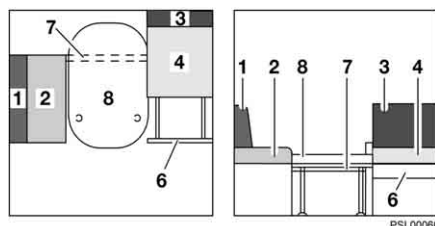
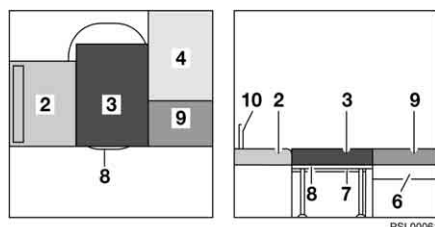

Fig. 47 Durante la trasformazione
Fig. 48 Dopo la trasformazione
- Estrarre la prolunga dei sedili (Fig. 47,6).
- Agganciare la stanga del letto (Fig. 47,7) e spingerla per quanto possibile all'indietro.
- Inserire il piano del tavolo (Fig. 47,8) con i piedi di sostegno montati tra i sedili. Il piano del tavolo deve trovarsi con il lato nel quale non è inserito nessun piede di sostegno appoggiato sulla stanga del letto.
- Posizionare il cuscino aggiuntivo (Fig. 48,9) sulla prolunga dei sedili.
- Togliere il cuscino dello schienale (Fig. 48,3) dei sedili anteriori e collocarlo sul piano del tavolo.
- Sfilare il cuscino dello schienale (Fig. 47,1) del divano dal tubo di appoggio (Fig. 48,10).
- Se è necessario ampliare la lunghezza utilizzabile della superficie utile, estrarre il tubo di supporto (Fig. 48,10) dal divano.